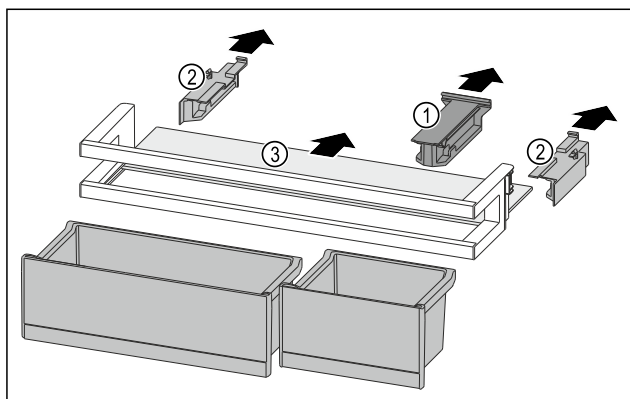

Fig. 97
- Bevestigingsdeel Fig. 97 (1) wegtrekken.
- Zijdelen Fig. 97 (2) wegtrekken.
- Draagplateau Fig. 97 (3) verwijderen.